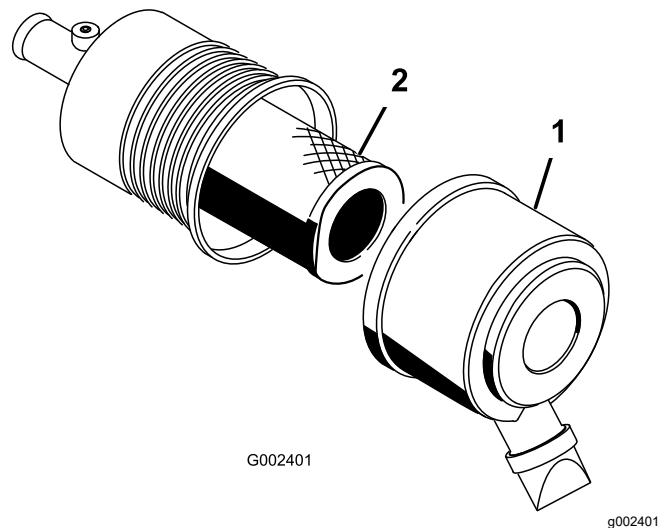

Figura 50
2. Rilasciate i fermi che fissano il coperchio del filtro dell'aria al relativo corpo (Figura 50).
3. Togliete il coperchio dal corpo del filtro dell'aria (Figura 50).
5. Togliete il filtro e sostituitelo (Figura 50). Non pulite l'elemento usato perché la pulizia potrebbe danneggiare il mezzo filtrante.